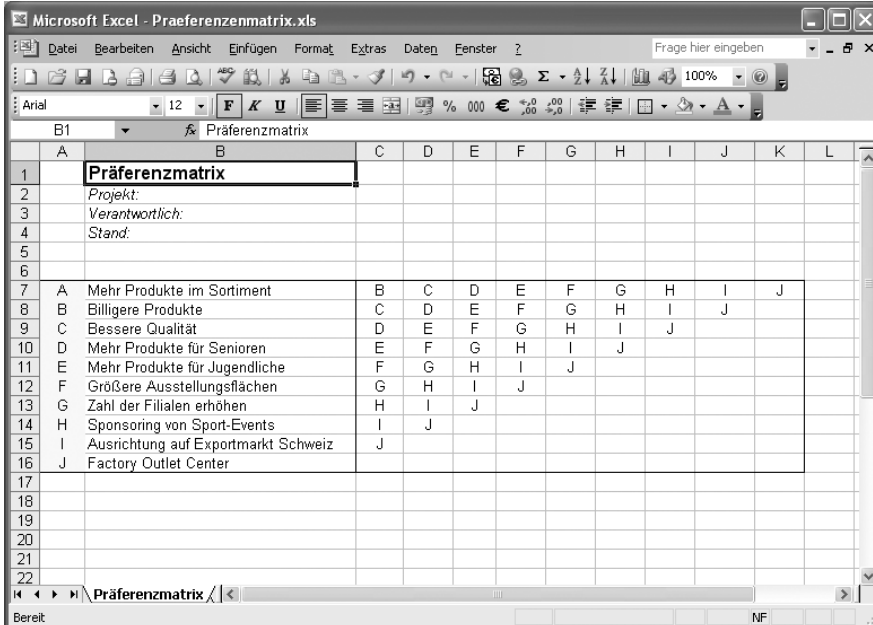

Abbildung 2.8 Eine Präferenzmatrix entsteht
- 3 Tragen Sie in den Spalten C bis K die Buchstaben der Vergleichsziele ein (siehe Abbildung 2.8).